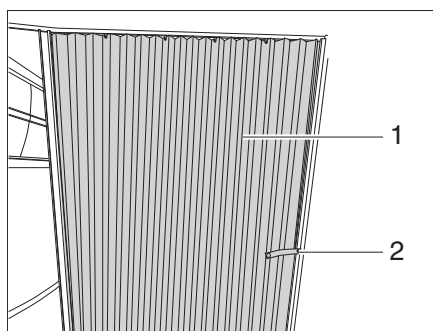

Fig. 81 Tenda pieghevole
- Staccare il nastro di sicurezza (Fig. 81,2).
- Tirare la tenda pieghevole (Fig. 81,1) in posizione chiusa.
- Portare la tenda pieghevole (Fig. 81,1) in posizione aperta.
- Fissare la tenda pieghevole con il nastro di sicurezza (Fig. 81,2).